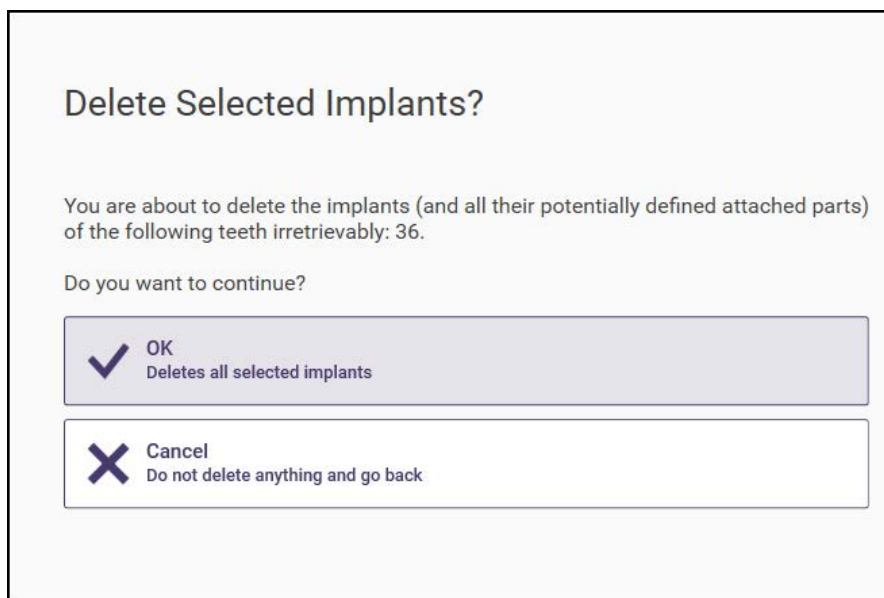

Abb. 21.4: Dialog zum Löschen von Implantaten
Schritt 2: Klicken Sie in der Expertenwerkzeuggestreife oder im Kontextmenü auf **IMPLANTAT LÖSCHEN**. Dadurch wird der Dialog zum Löschen von Implantaten geöffnet (siehe Abbildung 21.4), der die Zahnnummern für die Implantate auflistet, die Sie löschen möchten. In der Hauptansicht werden die aufgeführten Implantate gelb markiert.